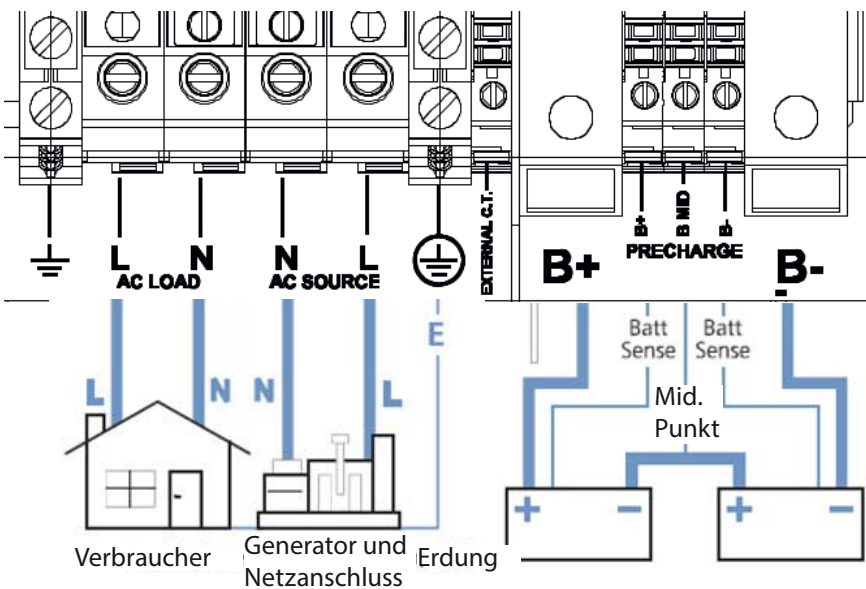

Bild 11: Anschlussbereich
- 5. Leitungen entsprechend der Klemmen-Beschriftung anschließen. (Bild 11 auf Seite 22)